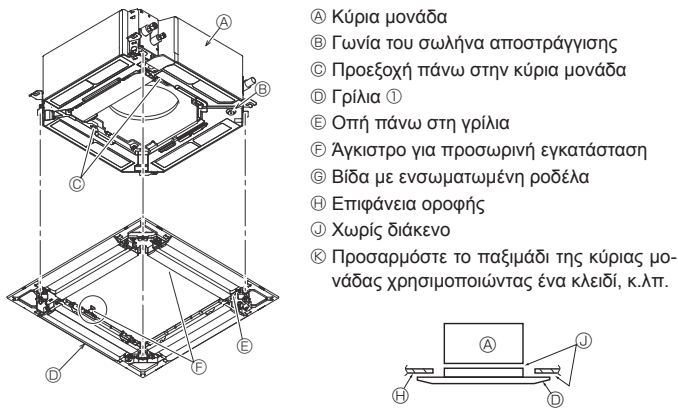

Fig. 9-6
9.4.2. Προσωρινή εγκατάσταση της γρίλιας (Fig. 9-6)
- Σφιγγοντας τις προεγκατεστημένες βίδες, στερεώστε τη γρίλια πάνω στην κύρια μονάδα. (Fig. 9-6)
Βεβαιωθείτε ότι δεν υπάρχει διάκενο ανάμεσα στην κύρια μονάδα και τη γρίλια ή ανάμεσα στη γρίλια και την επιφάνεια της οροφής. (Fig. 9-6)